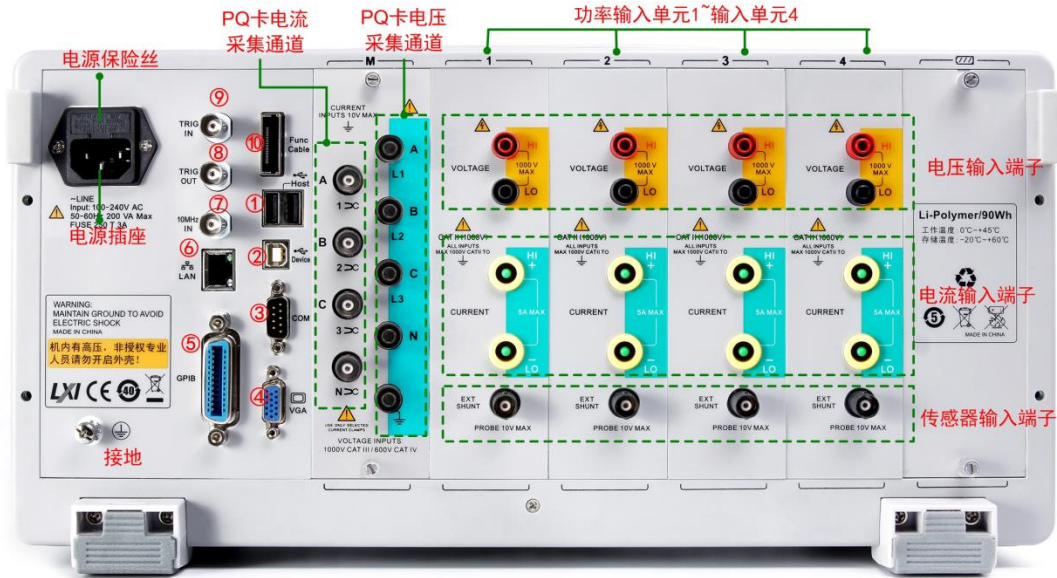

图 3.14 后面板说明
后面板如图 3.14 所示。
- **USB Host 接口**：如图 3.14 的标注①处所示，可用于连接 USB 存储器或 USB 键盘；
- **多机同步接口**。如图 3.14 的标注⑩处所示；
- **触发信号输入**。如图 3.14 的标注⑨处所示，可以发送给各子卡，用于子卡的同步触发；
- **触发信号输出**。如图 3.14 的标注⑧处所示；
- **10MHz 同步参考时钟输入**。如图 3.14 的标注⑦处所示。用户可使用 10MHz 同步时钟同步 ZST6000 光伏逆变器综合测试仪；
- **千兆 LAN 接口**。如图 3.14 的标注⑥处所示。该接口为一路 10M/100M/1000M 以太网。右侧指示灯为数据传输指示灯，有数据传输时为黄色；左侧为链路指示灯，灯为绿色表示链路为 1000M 以太网；橙色表示为链路为 100M 以太网，灯灭则表示链路为 10M 以太网；
- **USB Device 接口**。如图 3.14 的标注②处所示，USB 2.0 高速 Device 接口；
- **GPIB 接口**。如图 3.14 的标注⑤处所示。目前，本 GPIB 仅支持从机功能；
- **标准全功能串口**。速率最大支持 115200bps，如图 3.14 的标注③处所示；